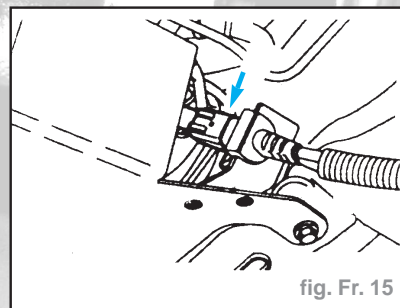

fig. Fr. 15
- Débrancher le connecteur multiple (fig. FR 15).